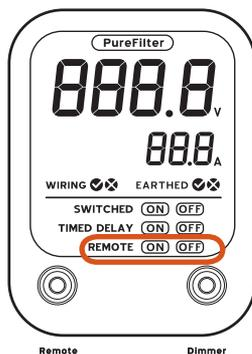

Figure 2b
- B. Appuyez sur la touche « Remote » à l'avant de la console d'alimentation pour activer la fonction à distance. L'affichage LCD doit afficher « REMOTE ON ». (Fig. 2b)